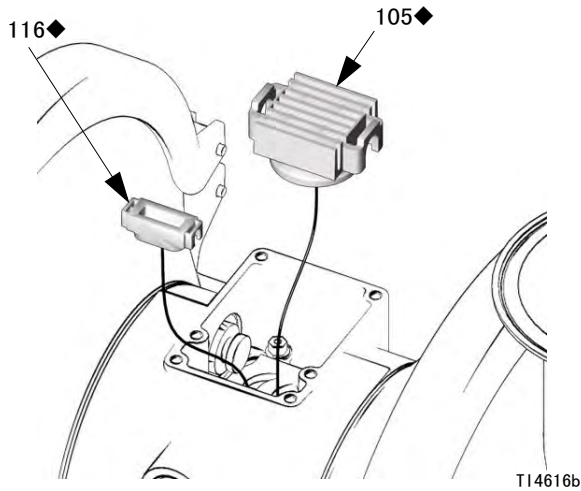

图 11
6. 润滑导向块 (116) 的下端面, 将其突台卡入导向销 (114) 两端的沟槽中而安装到位。参见 图 11。
7. 在阀座 (105) 的下端面涂上润滑脂。参见 图 11。
8. 安装阀座 (105), 将其突台卡入传动器活塞 (111) 窄端的沟槽内。参见 图 11。